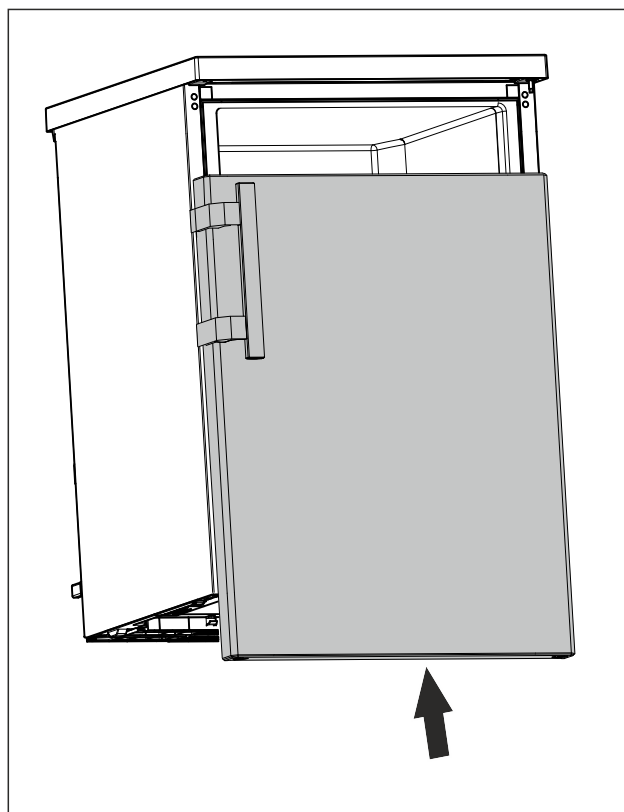

Fig. 24
- Schuif de deur op de bovenste grendel wanneer deze gesloten is. (zie Fig. 24)